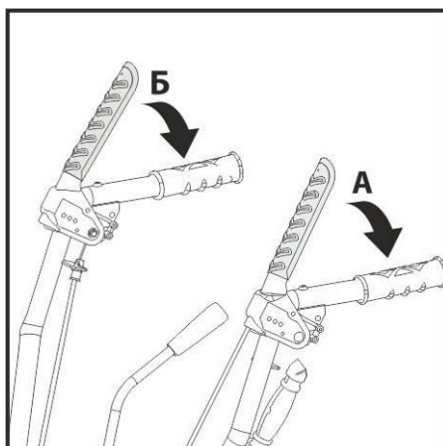

Рис. 19.
ШАГ 3. Для осуществления уборки территории включаем вращение шнека ручкой «А» и далее включаем привод колес ручкой «Б» (рис. 19).
1. Отпустите рычаг привода колес «Б» и рычаг привода шнека «А» (рис. 19), что бы прекратить движение и выброс снега.